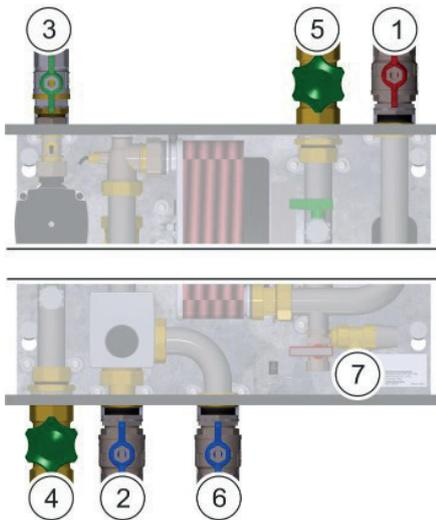

Abb. 22: Hähne anschliessen
Die Frischwasserstation wurde gemäss Abb. 22 vorbereitet
→ Hauptzuleitung Trinkwasser an den Anschluss Hauptzuleitung Trinkwasser (Abb. 22/4) anschliessen.
→ Warmwasserleitung an den Anschluss Trinkwasserverteilung (WW) (Abb. 22/5) anschliessen.
→ Vorlauf Hauptzuleitung Heizung an den Primäranschluss Wärmeversorgung Vorlauf (Abb. 22/1) anschliessen.
→ Rücklauf Hauptzuleitung Heizung an die Einbindung Speichermitte (optional) (Abb. 22/2) anschließen.
→ Wenn vorhanden, Zirkulationsleitung an den Anschluss integrierte Zirkulation (Abb. 22/3) anschliessen.
→ Wenn vorhanden, Zwei-Zonen-Einschichtungsleitung an den Anschluss Zwei-Zonen-Einschichtung (Abb. 22/3) anschliessen.
→ Alle Hauptabsperrentile (Abb. 22) an der Frischwasserstation schliessen